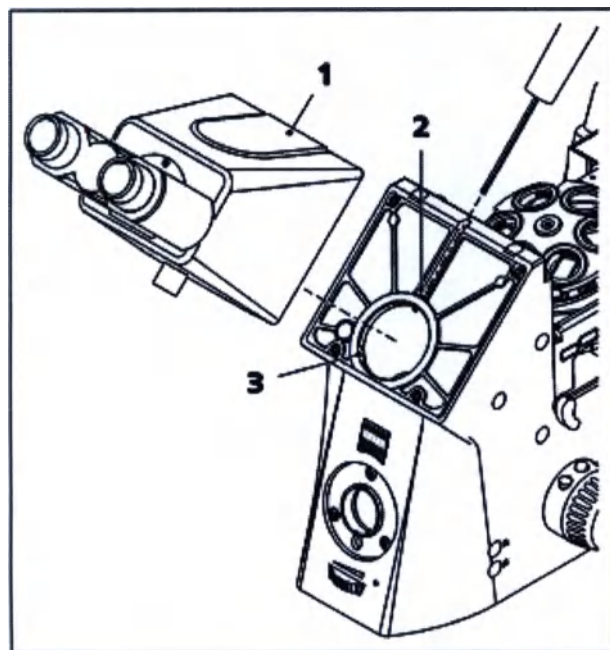

Рис. 14 Установка бинокулярного тубуса
- При помощи отвертки с шаровой головкой на 3 мм отвинтите установочный винт (рис. 14/2). В случае замены бинокулярного тубуса надежно удерживайте его, пока вывинчивается винт, а затем снимите, потянув вперед.
- Вставьте бинокулярный тубус (рис. 14/1) в кольцо типа «ласточкин хвост» в креплении тубуса (рис. 14/3) на штативе, выровняйте его и с помощью отвертки с шаровой головкой затяните установочный винт (рис. 14/2).